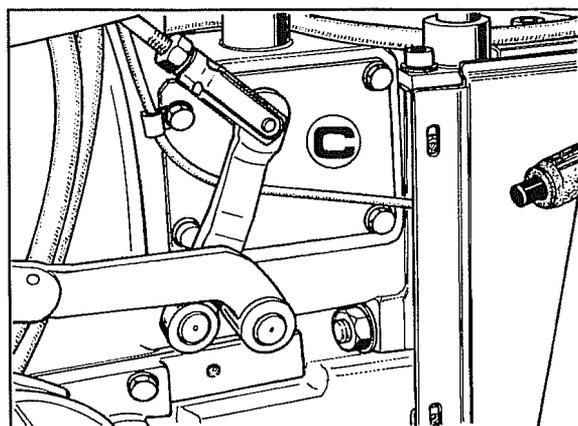

Fig. 2
- 2 Enlever le couvercle **C** fig.2 et celui qui se trouve du côté opposé.